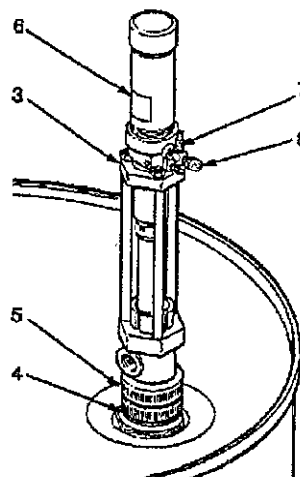

Fig. 1
3. **Instalar las bombas de alimentación, relación 1:1 (3)** en bidones de 55 galones de ISO y RES.
- a. Atornillar el adaptador del tapón (4) y la bomba de manera apretada en la tapa del bidón. Luego, apretar la tuerca (5) con firmeza para lograr la estanqueidad. Ver Fig. 1.
- b. Separar las dos mitades de la etiqueta de identificación ISO/RES (6) a lo largo de la perforación. Limpiar la superficie del motor neumático con disolvente y aplicar la etiqueta adecuada (RES o ISO) para identificar el producto químico que se está utilizando. Ver Fig. 1.
- c. Recomendamos instalar un regulador neumático cerca de la entrada de aire de la bomba de alimentación para controlar la velocidad de la bomba. Para instalarlo, quitar la válvula de aire (8) y utilizar los adaptadores adecuados y el producto de estanqueidad para roscas sobre las roscas machos, con miras a instalar el regulador y las fijaciones de clavija.